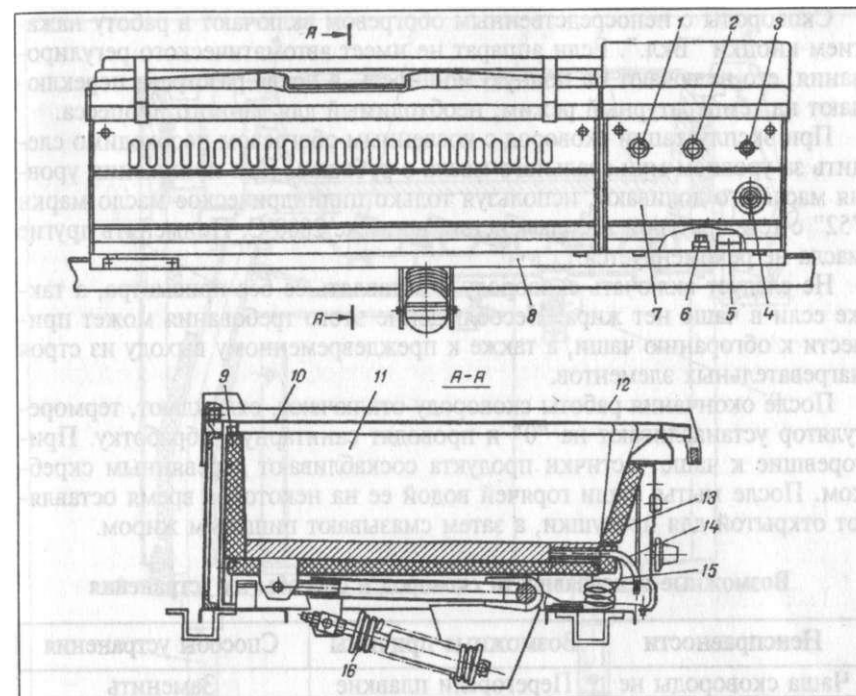

Рис. 11-5. Сковорода СЭ-0,45:
*Сковорода электрическая СЭ-0,45 (рис. 11-5)* представляет собой установленную на ферме прямоугольную чашу, облицованную со всех сторон стальными листами. Между чашей и облицовкой проложена теплоизоляция. Под дном чаши размещены кассеты с электронагревателями. Температура жарочной поверхности поддерживается автоматически с помощью датчика-реле температуры. Для слива содержимого чаша имеет механизм опрокидывания, состоящий из мотора-редуктора и винтовой передачи.